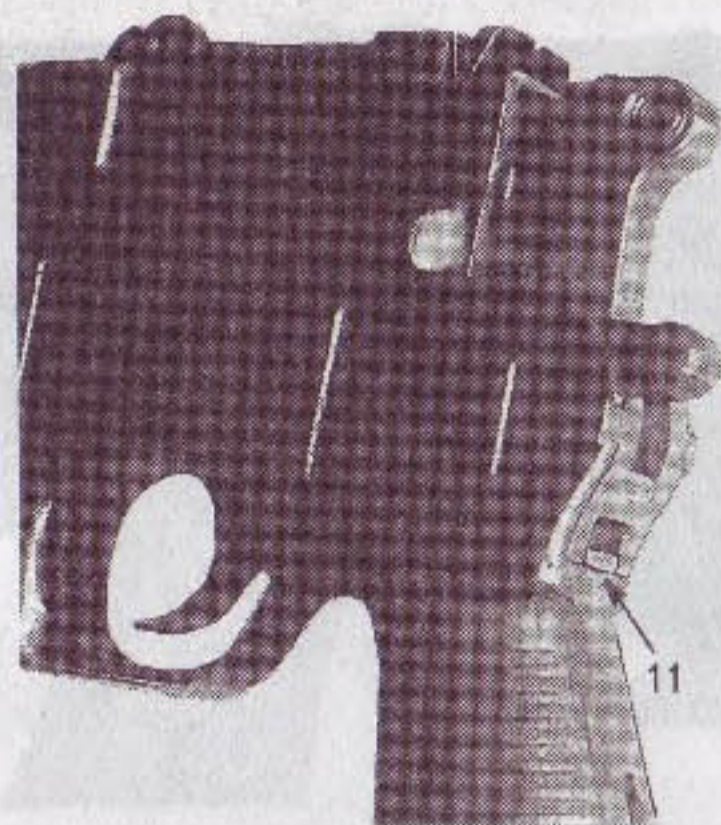

Рис. 121. Полная разборка. Подать вверх защелку вкладыша
- ◆ подать вверх защелку вкладыша (11) (рис. 121);